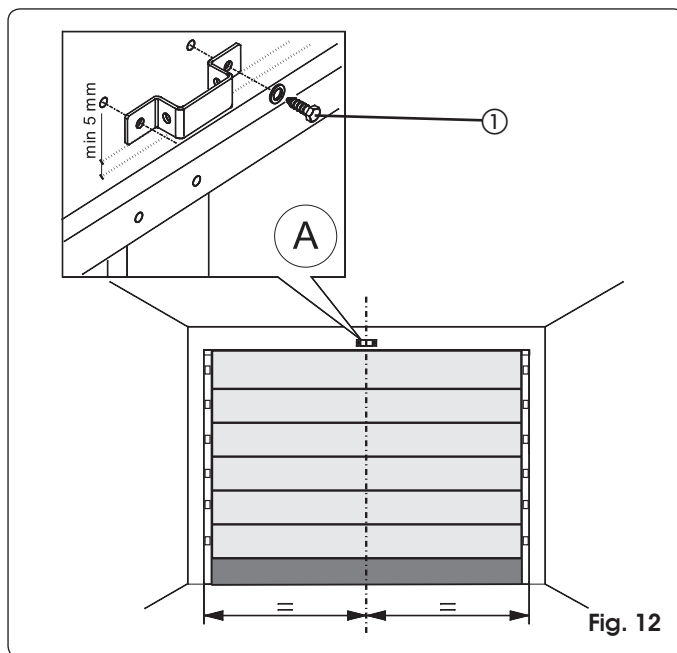

Fig. 12
- 1) Trek een streep op de latei ter hoogte van de verticale middellijn van de deur (Fig 12).
- 3) Zet de bevestigingsbeugel van de bevestiging aan de voorkant met de onderste rand minstens 5 mm boven het kruispunt van de strepen en gecentreerd op de verticale streep (Fig. 12). Zie ook paragraaf 7.2 voor de correcte plaatsing van de beugel ten opzichte van het bevestigingspunt op de deur.
- 5) Boor vervolgens de gaten en monteer de bevestigingspunten met behulp van de schroeven (ref. ① Fig. 12) **NIET** bijgeleverd.